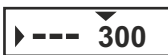

Рис.6
- Вращением энкодера выберите пункт “---” (новая дистанция) (см. рис.6).